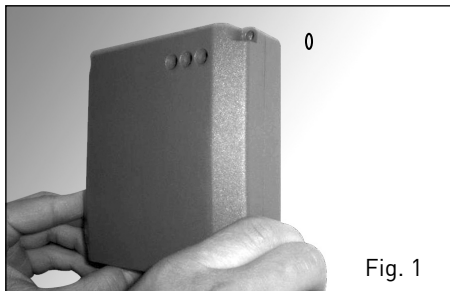

Fig. 1
- accrocher la centrale à la vis placée au mur (fig. 1)